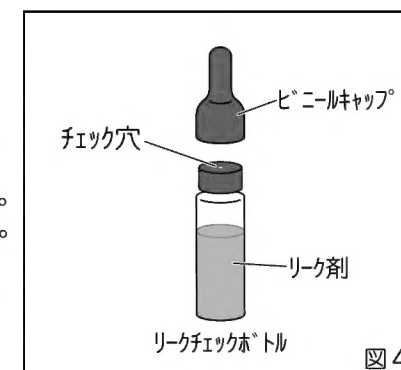

図4
- ①センサーが正常に作動しているか、リークチェックボトルで確認する。
- ②リークチェックボトルのビニールキャップを外す。(図4)
- ③チェック穴を塞いでいるシールをはがす。シールは使用後貼り直すため、廃棄しない。
- ④本機の電源を入れ、ウォームアップ完了後、センサーをボトルキャップのチェック穴に、近づける。(図4)
- ⑤本機がリーク反応するかを確認する。